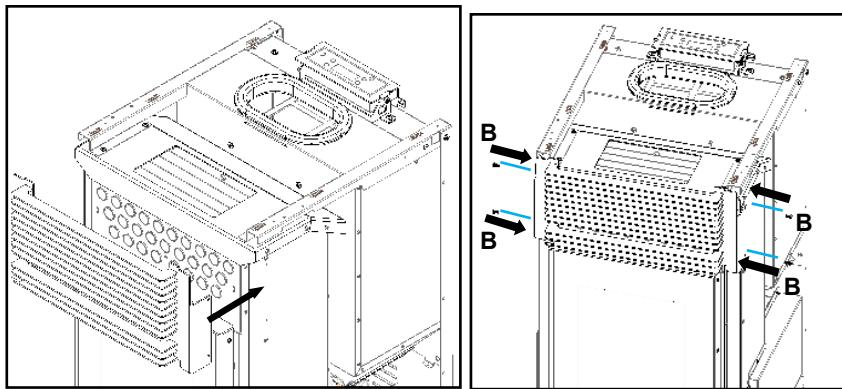

Figura 94 – Aperto da grelha frontal
- a) Encaixar e aparafusar a grelha frontal do kit 1, utilizando quatro parafusos **B** (DIN 7981 4,2x9,5), como demonstra a Figura 94.